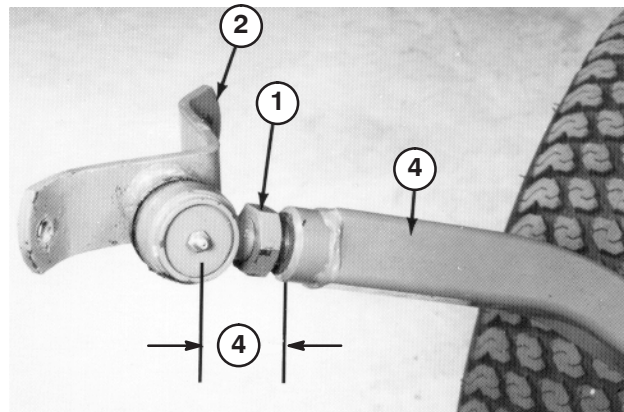

Figure 19
2. Vissez la rotule dans le bras de poussée droit jusqu'à ce que le centre de la rotule se trouve à 60 mm de l'avant du bras de poussée (Fig. 19). Ne serrez pas l'écrou de blocage.